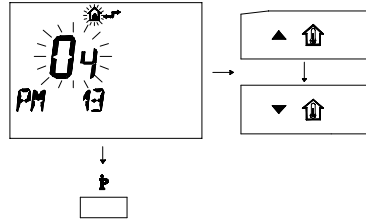

fig. 5.43
- 4 Per modificare il SET programmato agire sui pulsanti ▲⬆ o ▼⬆ e aspettare che il numero programmato cominci a lampeggiare (fig. 5.43)